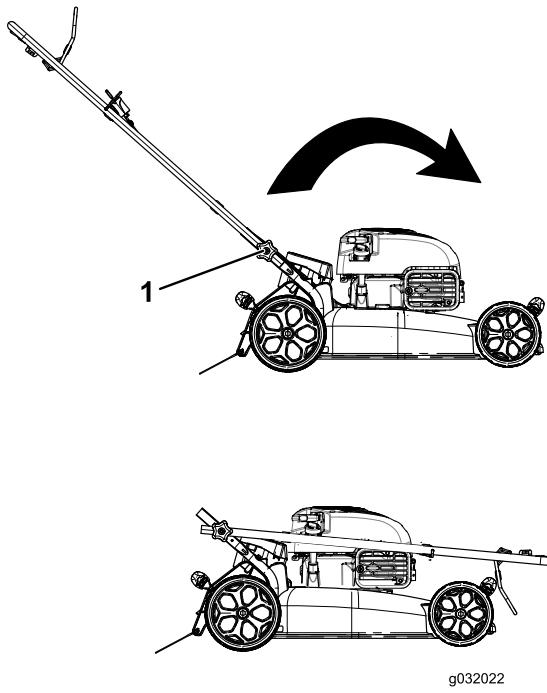

Рисунок 17
2. Ослабьте круглые рукоятки настолько, чтобы можно было свободно двигать верхнюю рукоятку (Рисунок 17).
3. Продвиньте рукоятку вперед, как показано на Рисунок 17.